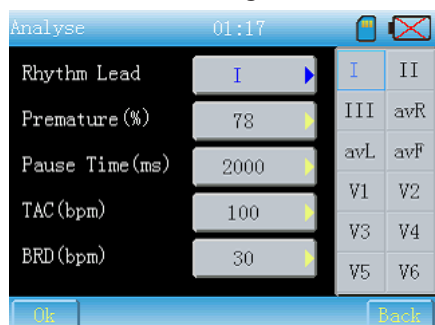

Fig. 13-6-2
- 1 Cable de ritmo: haga clic en el botón para que aparezca la interfaz como se muestra en Fig.13-6-2.